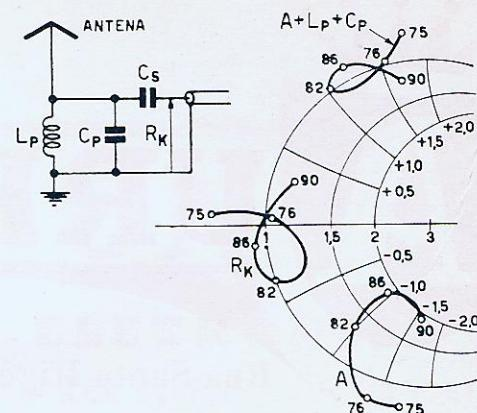

Figura 5
A fig. 5 ilustra o lugar geométrico (A) da impedância de irradiação da antena normalizada em relação a 60Ω , tendo como parâmetro a freqüência em Mc/s. O circuito de casamento é o recíproco do exemplo anterior, devido à reatância capacitiva apresentada pela antena. A capacidade C_p da figura 3 é substituída pela indutância paralela L_p na figura 5. A pequena capacidade C_p da figura 5 influencia sómente no andamento da reatância indutiva de L_p . A curva A é transformada em $A + L_p + C_p$ (fig. 5) deslocando-se os pontos de A no sentido anti-horário sobre círculos passando nesses pontos e na origem do diagrama de Smith e com centro no eixo real. A curva $A + L_p + C_p$ tem praticamente uma parte real de 60Ω (valor normalizado,
zado, centro do diagrama igual a 1) e uma parte induktiva que é compensada pela capacidade Série C_s , resultando a curva R_k . Observa-se que as curvas finais R_k da figura 3 e figura 5 apresentam dois pontos (duas freqüências), onde o valor da impedância é 60Ω , isto é, nestas 2 freqüências teremos casamento perfeito entre o cabo coaxial e a antena, não havendo poço perda de potência por reflexão.